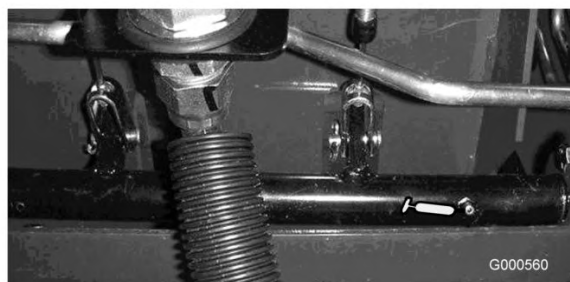

図 24
- ・ ブレーキ・シャフトのピボット・ベアリング（5ヶ所）（図 24）